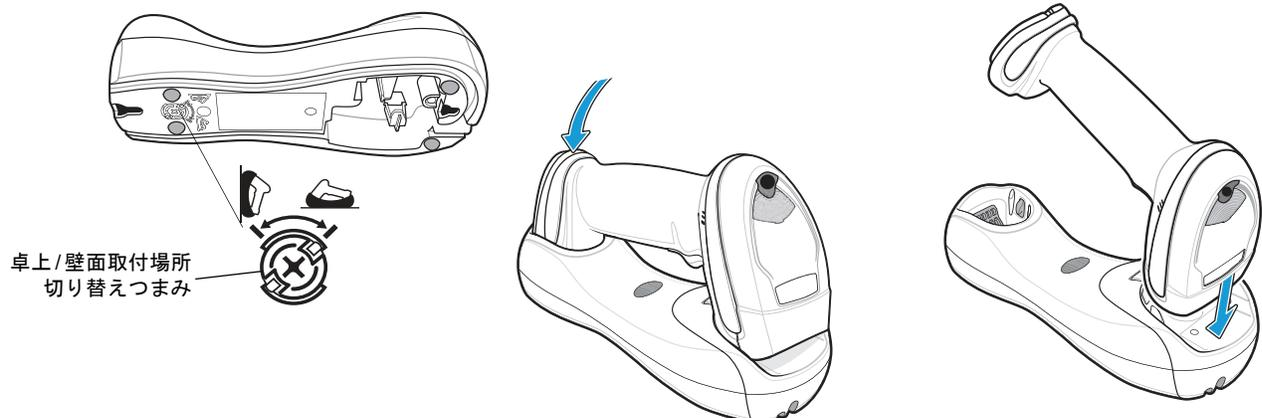

図 1-10 水平取り付け - リニア イメージャー スキャナをクレードルに装着する
2. 卓上/垂直設置切り替えつまみが、図 1-10 に示すように正しい位置に設定されていることを確認します。